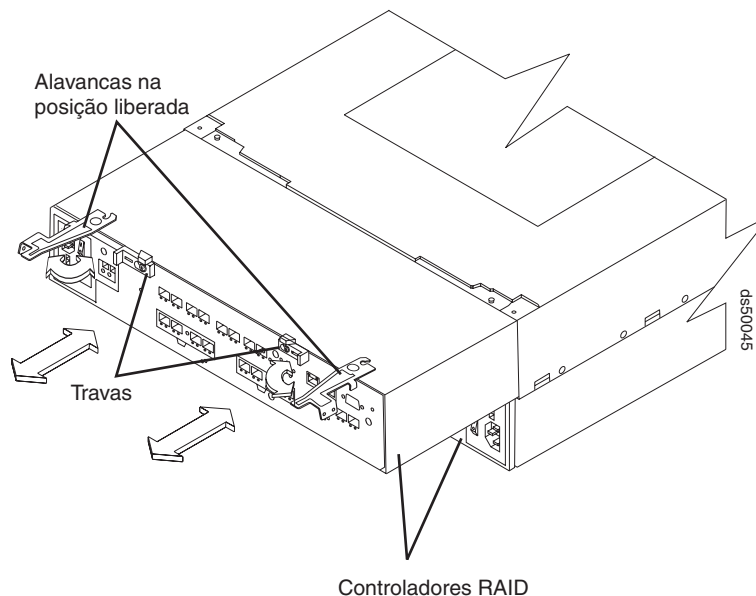

Figura 123. Removendo um Controlador do DS5100 ou DS5300
- Libere as alavancas do controlador e remova-o. A Figura 123 na página 210 mostra o controlador sendo deslizado do chassi do subsistema de armazenamento.